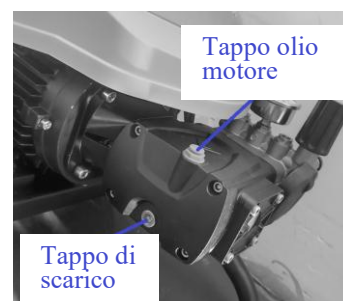

Fig. 2
- Collega il tubo da giardino all'attacco di ingresso dell'acqua (6). Consulta la Tabella 1 per le dimensioni corrette della filettatura di ingresso dell'acqua.
- Premi il grilletto (14) sulla pistola a spruzzo diverse volte per far uscire l'aria intrappolata dalla pompa e dal sistema di tubi.
- Inserisci saldamente la spina dell'unità nella presa di corrente. Metti l'interruttore di alimentazione (2) in posizione ON.
- Premi il grilletto (14) per avviare la pompa e iniziare a lavorare.
- Controlla il livello dell'olio motore attraverso la finestra di livello dell'olio (15).
- Per scaricare l'olio motore usato, posiziona un contenitore adatto per la raccolta dell'olio sotto il punto di scarico, rimuovi il tappo di scarico e inclina attentamente la macchina per assicurarti che tutto l'olio fuoriesca completamente. Vedi Fig. 2.